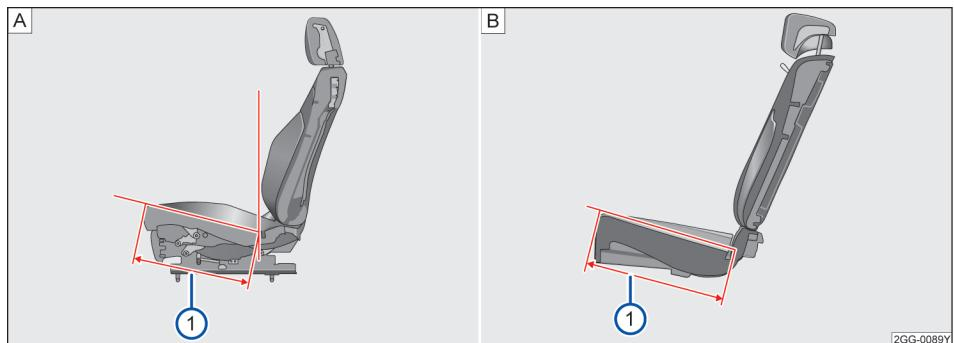

图 66 座椅坐垫深
$=446\text{mm} \rightarrow$ 图 66[A]①
$=468\text{mm} \rightarrow$ 图 66[B]①